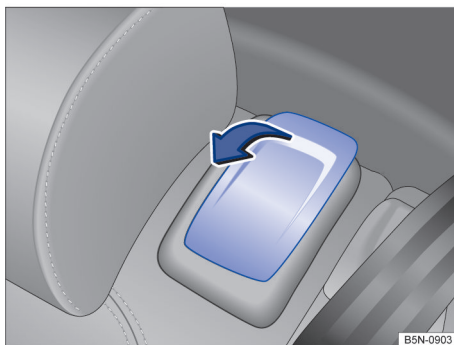

Fig. 97 Segunda fileira de assentos: comandos do auxílio na entrada. ▶
- Puxar a alavanca de destravamento na direção da seta → Fig. 97.
- Puxar a alavanca → Fig. 97 e rebater o encosto do banco traseiro para trás, para a posição vertical. O banco traseiro completo é rebatido para trás → ⚠.